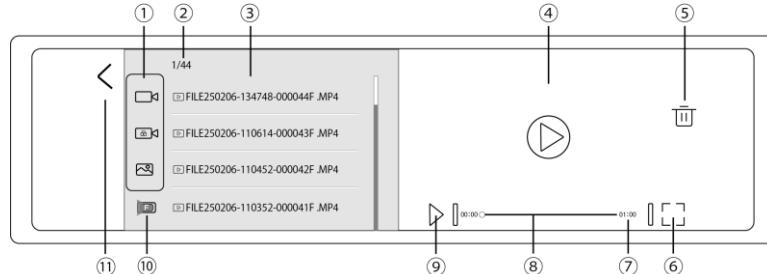

図24
- 4) フロント【】/リア【】を選択してください (図24参照)。
- 5) 続いて、フォルダを選択後、ファイルをスクロールして再生したいファイルを選択してください (図24参照)。
- 7) ファイルを削除する場合は、再生・表示中に【】アイコンをタッチして削除してください (図24参照)。